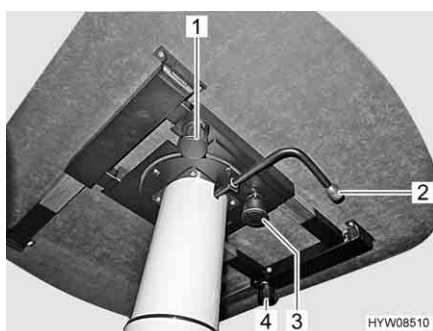

Fig. 56 Tavolo rialzabile
- Svitare la vite a testa cilindrica zigrinata (Fig. 56,4).
- Svitare la vite a testa cilindrica zigrinata (Fig. 56,1).
- Tirare il tasto (Fig. 56,3) del bloccaggio verso il basso.
- Ruotare la leva (Fig. 56,2) al di sotto del piano del tavolo di 180° verso sinistra. Il meccanismo di sollevamento nel piede del tavolo viene sbloccato.
- Ruotare la leva (Fig. 56,2) al di sotto del piano del tavolo di 180° verso sinistra. Il piano del tavolo va automaticamente verso l'alto fino al fine corsa.